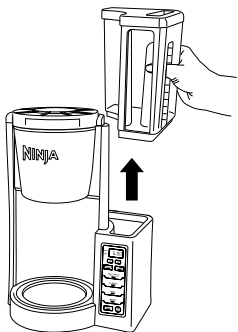
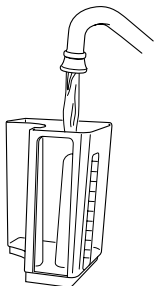

Fig. 1
Fig. 2
- 2 Retire el depósito de agua de la unidad levantándolo hacia arriba (Fig. 1). Retire la tapa por completo y llene el depósito de agua hasta el nivel deseado (Fig. 2).